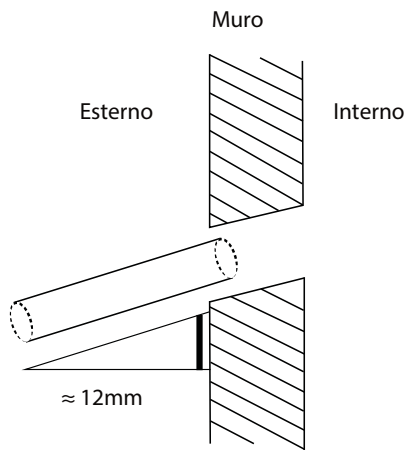

Fig. 6.5
- Utilizzando una carotatrice di 65-mm, eseguire un foro nella parete. Assicurarsi che il foro sia effettuato con una leggera pendenza verso il basso, così che l'estremità esterna del foro sia più in basso rispetto all'estremità interna, di circa 12mm. Ciò garantirà un corretto drenaggio dell'acqua (vedi Fig. 6.5). Applicare la guaina protettiva nel foro. Ciò proteggerà i bordi del foro, aiutando a sigillarlo al termine della procedura di installazione.